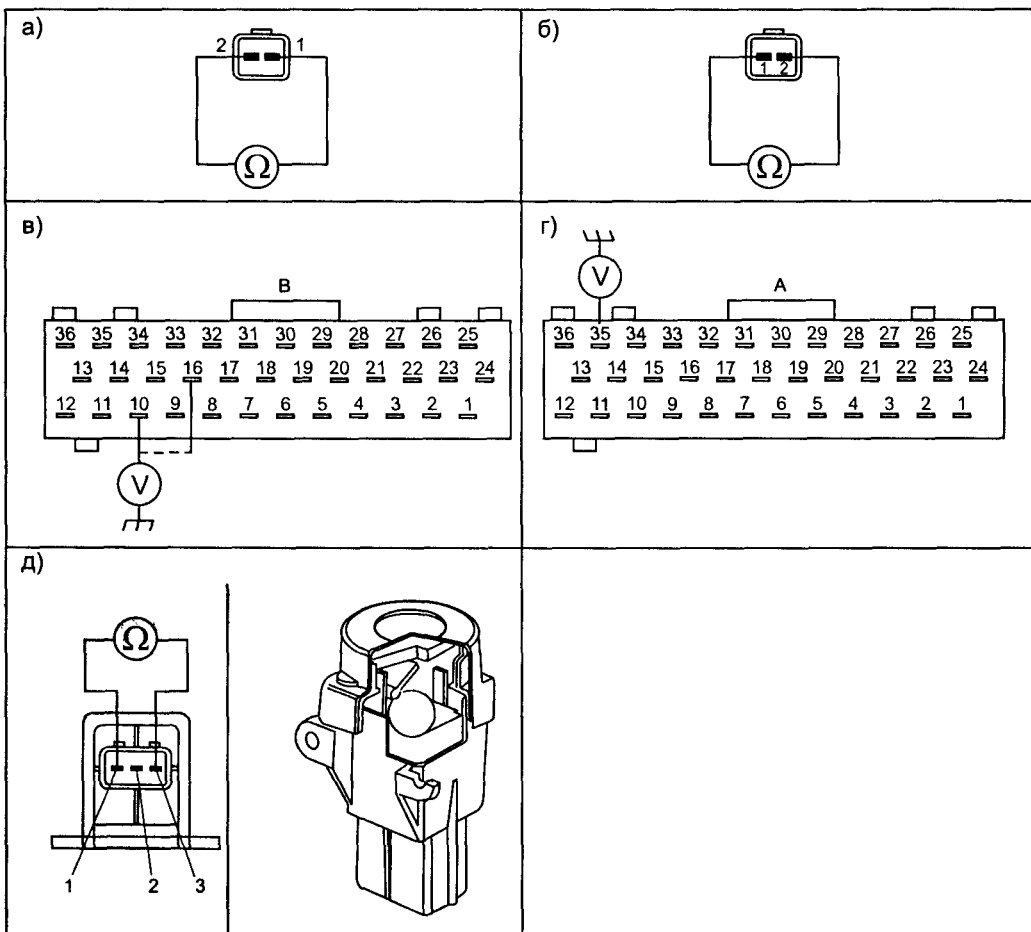

Рис. 1.8.7. Датчики
Для проверки датчика ЕСТ отключают его от жгута электропроводки, подключают к контактам 1 и 2 датчика омметр и запускают двигатель. Проверяют изменение сопротивления датчика ЕСТ (см. рис. 1.8.7а и табл. 1.8.6), при несоответствии показаний прибора контрольным значениям датчик заменяют.
Это важнейший датчик для ЭСУД, по нему определяется частота вращения и относительное положение коленвала. При неработающем датчике СКР двигатель не запустится. Конструктивно это датчик электромагнитного типа. Для проверки датчика отключают от него разъем и измеряют сопротивление обмотки между контактами 1 и 2, оно должно быть равно 1365 Ом (см. рис. 1.8.7б).
- подключить разъем ВРР концевика на место и проверить работоспособность ВРР концевика в различных положения педали тормоза (см. табл. 1.8.8 и рис. 1.8.7в).
Для проверки концевика СРР необходимо при включенном зажигании проверить его работоспособность в различных положения педали сцепления (см. табл. 1.8.9 и рис. 1.8.7г).